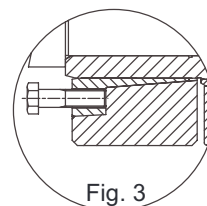

Fig. 3
- Falls sich die Kupplungsringe nach dem Entfernen der Schrauben nicht von selbst lösen sollten, einige Schrauben (2 Schrauben um 180° - 4 Schrauben um 90°) in die Abzugsbohrungen des Innenrings einsetzen (siehe Abb.3).